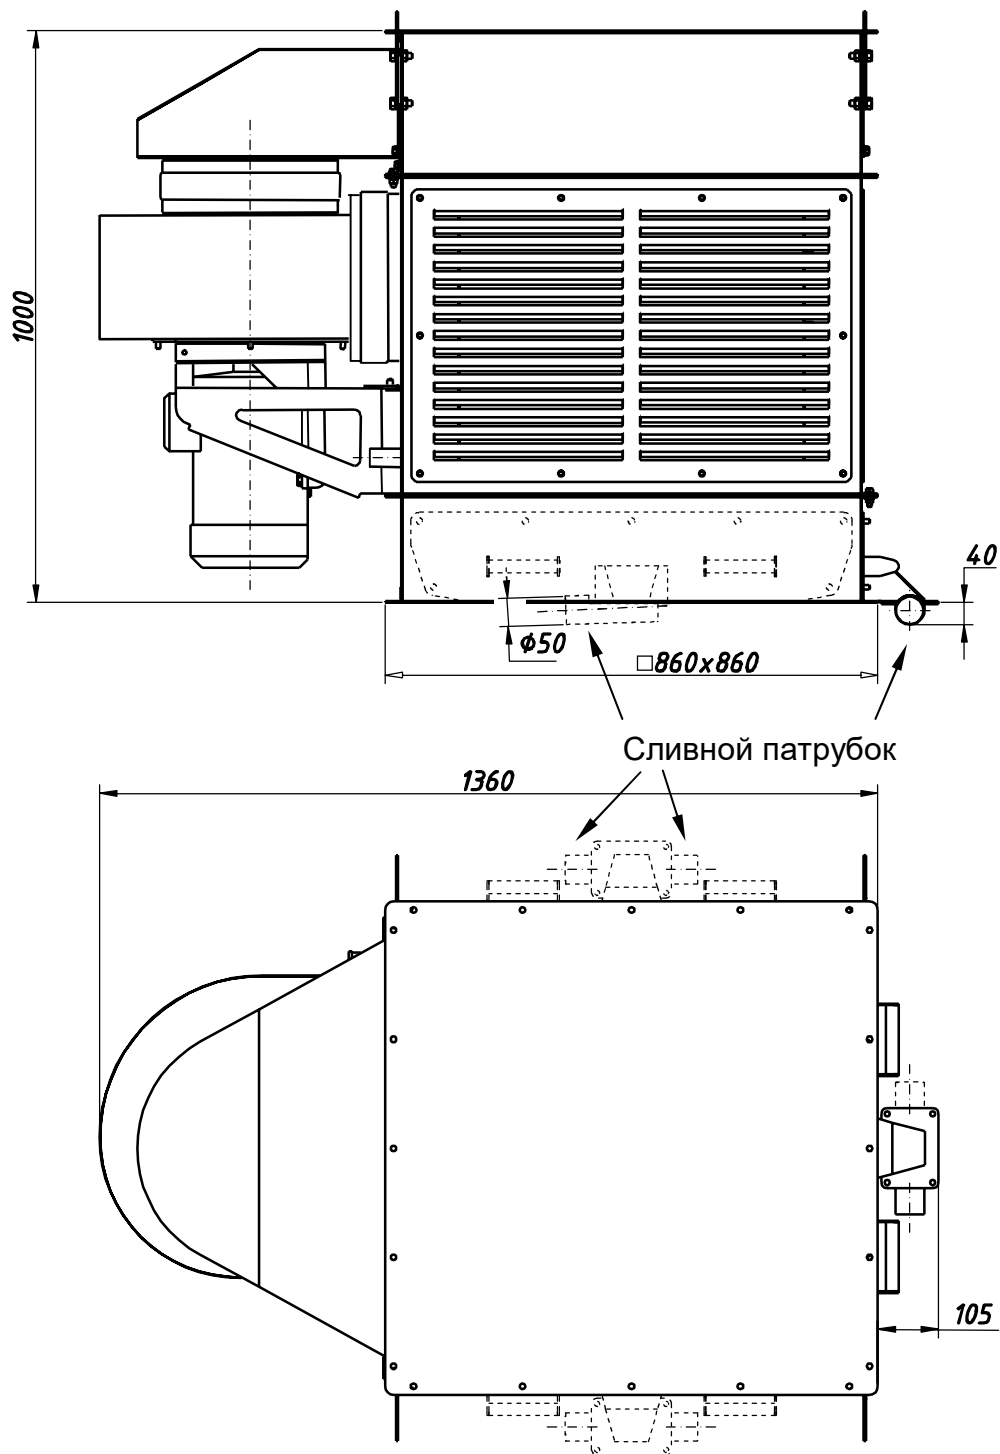

Рис. 7. Общий вид и габаритные размеры МВГ (без дозатора).
6.3. Слив из МВГ может быть ориентирован в разные стороны (см. рис.7). Для смены положения сливного патрубка необходимо раскрепить нижнюю часть МВГ, развернуть ее в нужное положение и вновь соединить с помощью болтов.